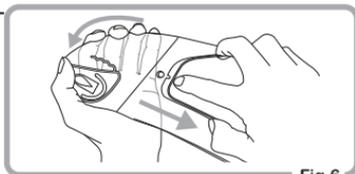

Fig.6
④ Rimuovere la pellicola protettiva dalla lente Pinlock® Original Insert Lens.
- ① Rimuovere la visiera dal casco.
- ② Rimuovere la lente Pinlock® Original Insert Lens dai perni eccentrici flettendo la visiera. (Fig.6)